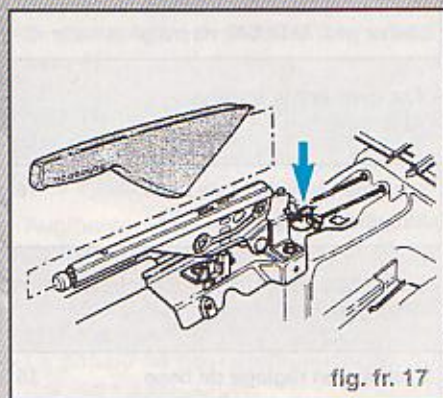

fig. fr. 17
- Le levier de frein à main étant en position de repos, serrer l'écrou de réglage (flèche) (Fig. Fr. 17).